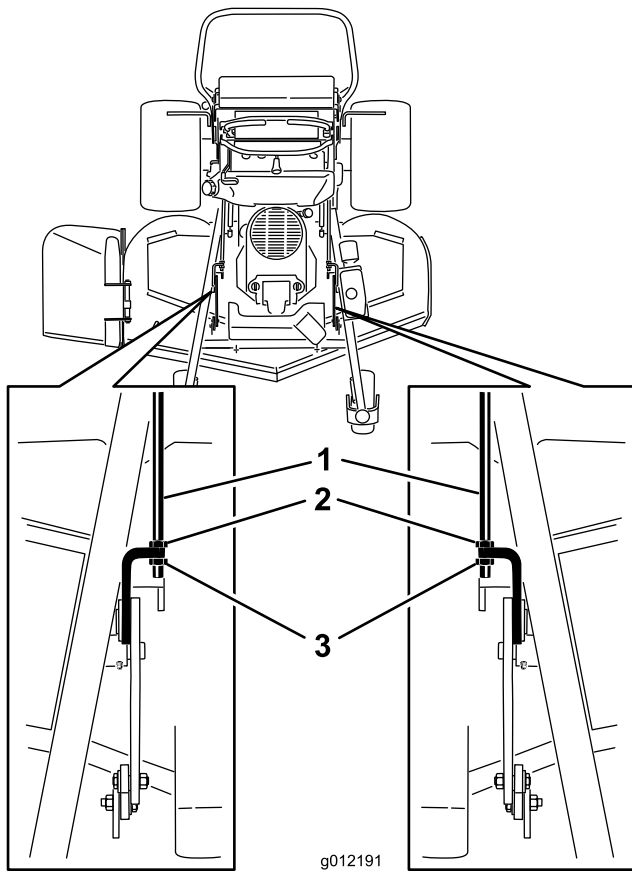

図 87
3. 調整ロッドの前後についているナットを両方ともゆるめる (図 87)。
注 刈り込みデッキの重量を3個の角材全部で確実に受けてください (図 87)。
6. 寸法が正しくない場合には、前後どちらかのナットを使って正しく調整する（図 87）。